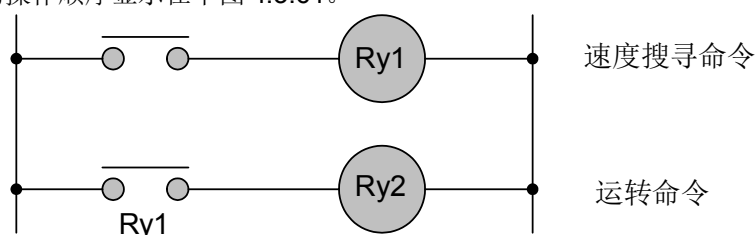

图 4.3.61 速度搜寻及运转命令
- 如果执行速度搜寻使用外部搜寻命令时，确保速度搜寻命令需早于运转命令，至少也需和运转命令同一时间生效。一个典型的操作顺序显示在下图 4.3.61。